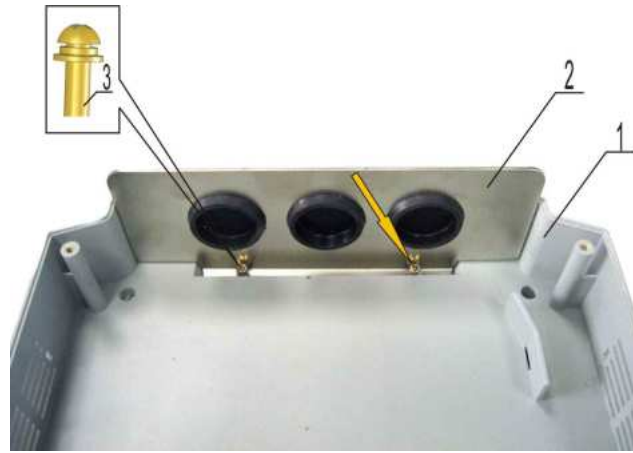

Рис. 7.32
7.14.3. Вкрутить два винта 3 крепления панели 2 к корпусу 1 (рис. 7.32).